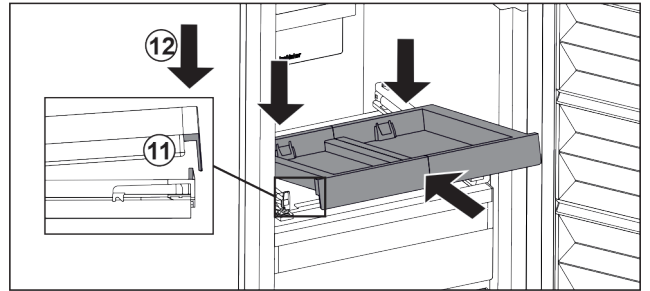

Fig. 93
- ▶ Introducir en posición inclinada. Asegurarse de que a ambos lados, el tope quede detrás de la lengüeta. Fig. 93 (11)
- ▶ Depositar el estante extraíble por delante. Fig. 93 (12)